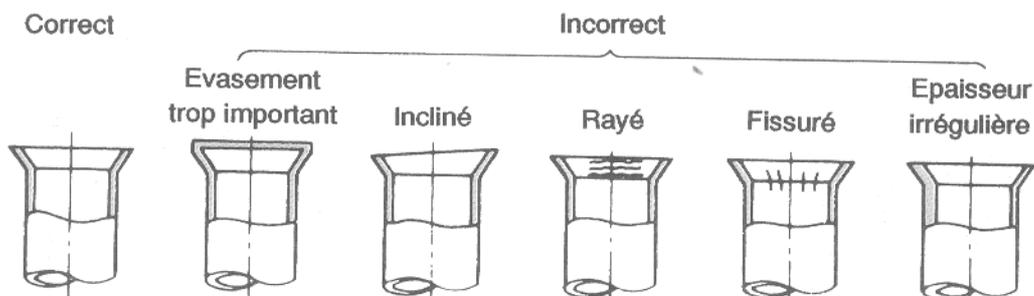

Figure 12 : Exemple de dudgeons
- Repérer cette pression sur le tube de protection coulissant , en fonction de fluide utilisé (figure 12)
Un dudgeon terminé a une surface intérieure propre et douce, il est d'épaisseur uniforme. Il faut alors vérifier que le dudgeon épouse la surface du raccord conique à visser. Si le dudgeon est trop grand, l'écrou ne pourra pas être vissé, s'il est trop petit une fuite se produira. La figure 12 montre quelques exemples de dudgeons mal réalisés.